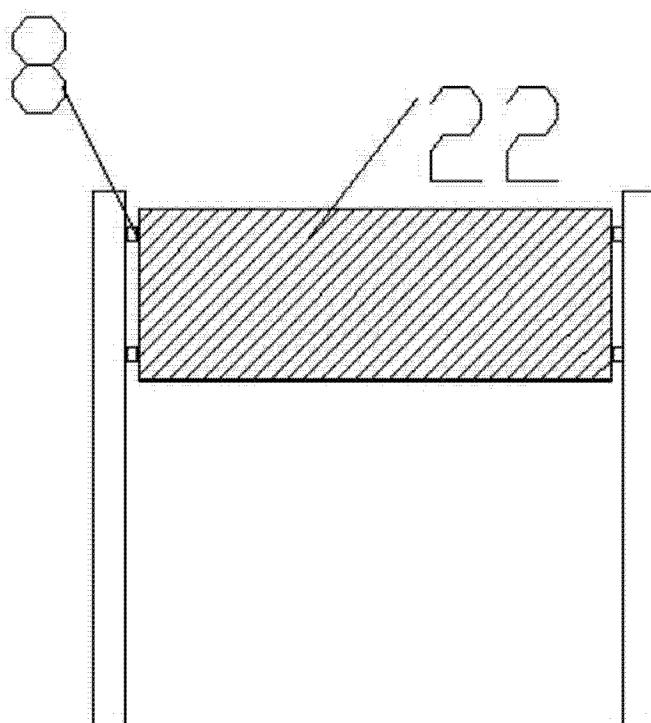

图 8
- [0020] 图 8 为本实用新型中实施例三中指示牌安装后的反面示意图。